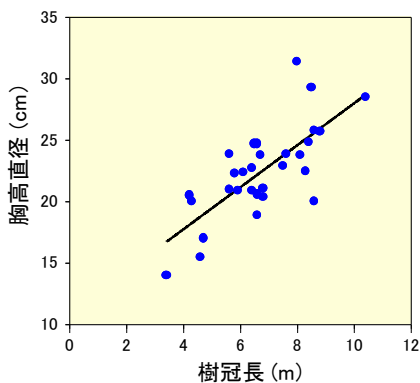

図3 34年生林分における立木の樹冠長と胸高直径との関係
- 一つの林分の中でも立木によって胸高直径は大きく異なります。立木の胸高直径は樹冠長*との相関が高く(図3)、胸高直径が大きい立木では樹冠長が大きい傾向が認められます。
- 前述のとおり、一つの林分では胸高直径の大きな立木ほど大きな樹冠長を持つ傾向があります(図3)。